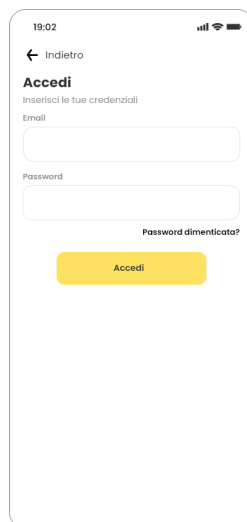

Fig. 4
- Inserire le credenziali impostate precedentemente (email e password). (fig. 4).
- Enter the credentials previously set (e-mail and password). (fig.4).
- Entrez les informations d'identification précédemment définies (e-mail et mot de passe) (fig.4).
- Geben Sie die zuvor festgelegten Anmeldeinformationen ein (E-Mail-Adresse und Passwort). (Abb. 4)
- Introduce las credenciales precedentemente insertadas (correo electrónico y contraseña). (Imagen 4)